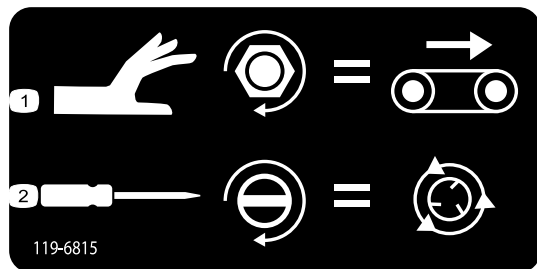

Figura 44
- Per regolare la velocità del piano (Figura 44), girate la manopola in senso orario. Nel Sistema di funzionamento con codici colore viene usata la velocità del piano
- Per regolare la velocità dello spargitore (Figura 44), con un cacciavite a testa piatta girate il dispositivo in senso orario per aumentarla e in senso antiorario per diminuirla.